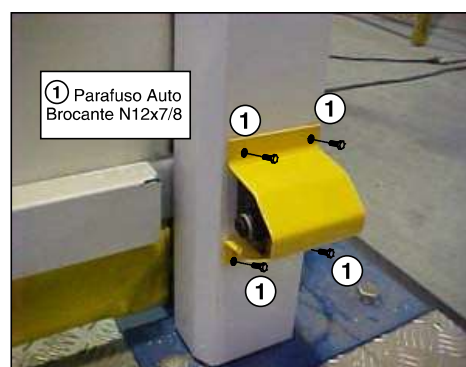

Figura 38
2. Após a instalação do sensor, instale a capa de proteção do sensor. (Veja Figura 38).